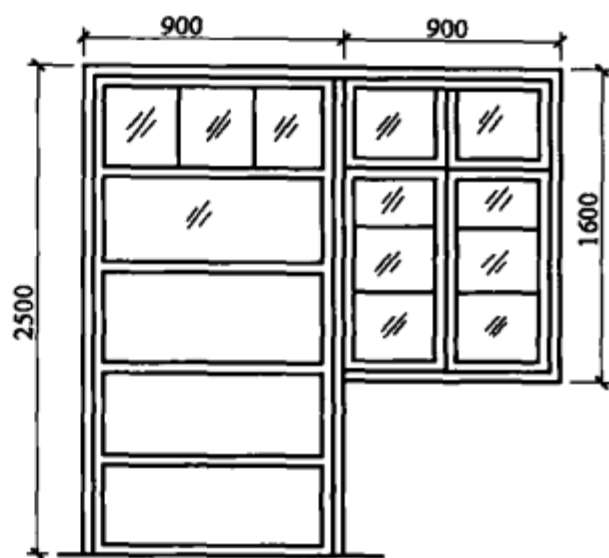

图 4-25 连窗门(三)
**【例 25】** 某中学教学楼部分采用连窗门,如图 4-25 所示采用了 3mm 的平板玻璃,共 48 樘,其中 28 樘带门纱扇,20 樘只带窗纱扇,求该门连窗部分的制作、安装直接费。
**【解】** (1) 定额工程量